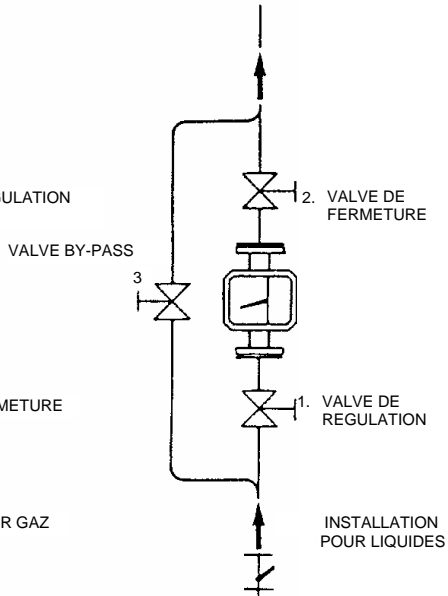

Figure 4
Si le fluide à mesurer est un liquide, il est conseillé d'installer une valve de régulation en AMONT du débitmètre (Figure 4).
Pour la mesure de liquides, la valve de régulation devra être montée comme indiqué en figure 4. La valve de by-pass devra rester fermée. Ouvrir lentement la valve d'entrée (1) jusqu'à une position qui corresponde au débit minimum. Ensuite ouvrir lentement la valve de sortie (2), pour purger l'air, puis continuer à l'ouvrir totalement.